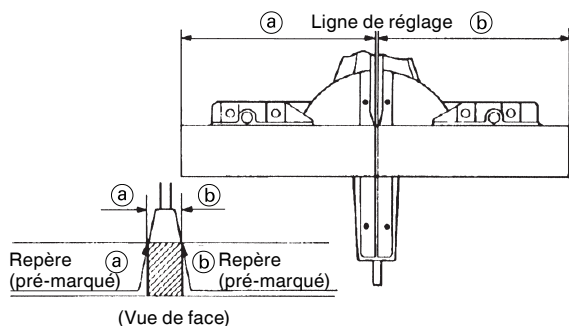

Fig. 25
(1) Comme indiqué à la Fig. 25, la largeur de la lame est la largeur de coupe. En conséquence, glisser la pièce vers la droite (vue de la position de l'opérateur) pour obtenir la longueur (b), et sur la gauche pour obtenir la longueur (a).